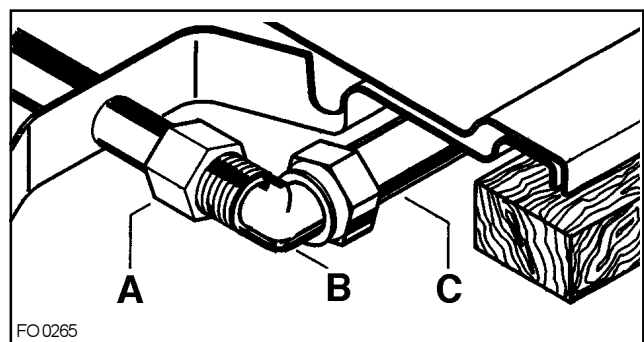

Fig. 2
- 3) Effectuez ensuite le raccordement du tube d'arrivée de gaz (Fig. 2 - Exemple d'alimentation avec tube rigide).